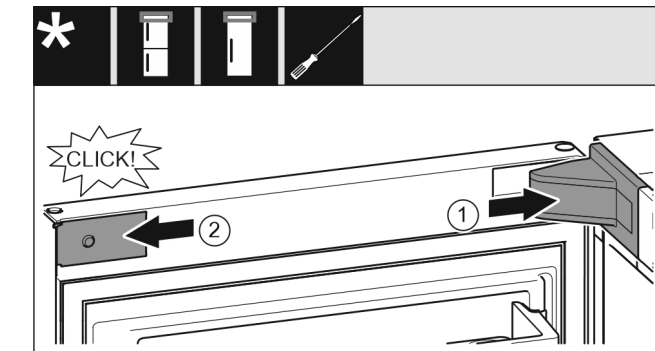

Fig. 20
- ▶ Stavite pokrov podloška ležaja Fig. 20 (1) i pustite ga da se uglati, po potrebi ga oprezno razdvojite.
- ▶ Postavite masku Fig. 20 (2) bočno i uglatite je.